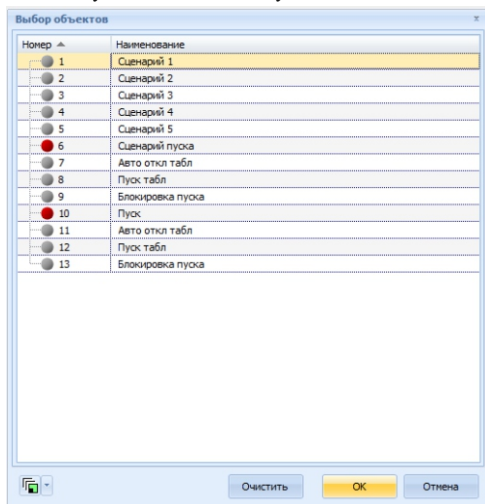

Рисунок 5
7.4 Затем раскрыть список направлений, правым кликом вызвать выпадающее меню для требуемого направления и выбрать пункт «Свойства» (рисунок 5). В открывшемся окне выбрать необходимый для отображения сценарий.